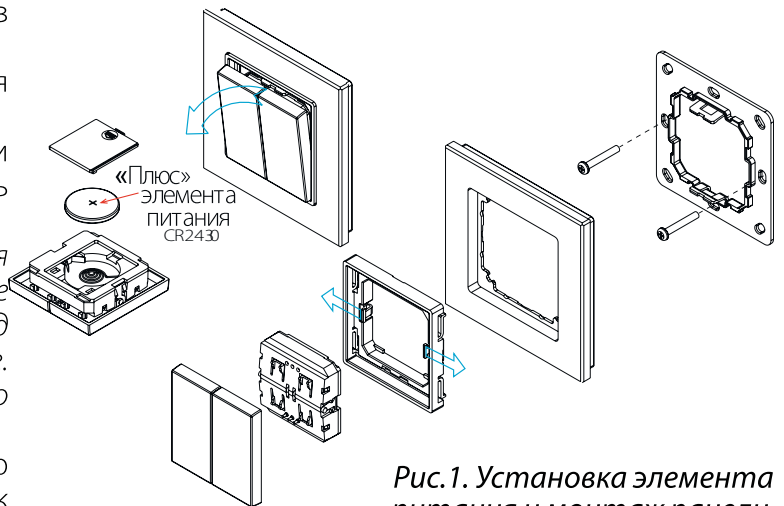

Рис. 1. Установка элемента питания и монтаж панели.
3.2. Установите элемент питания CR2430 в панель (рис. 1).